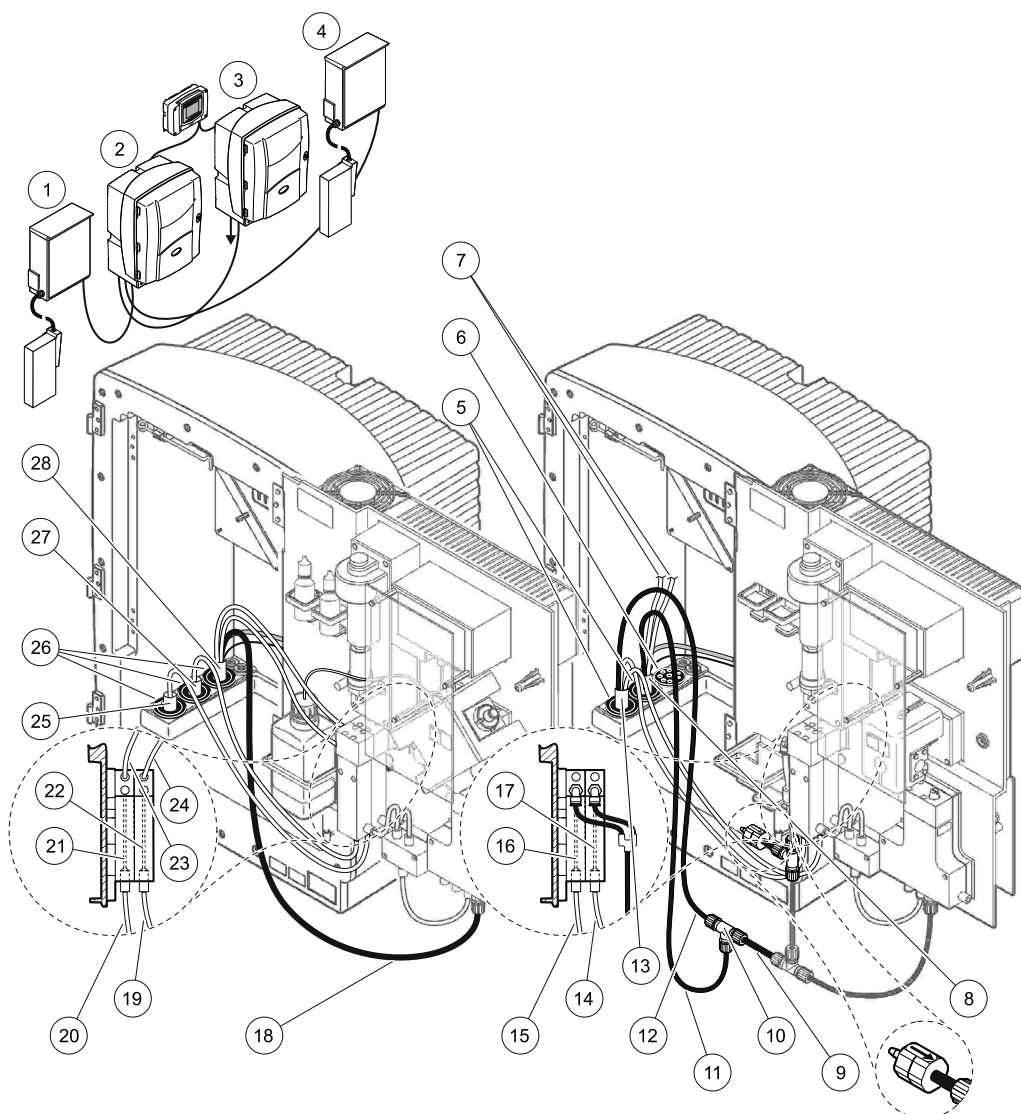

Figura 34 Configuração da opção 6
Consulte o Figura 34 e as seguintes instruções para a Opção 6:
- a. Alimente a mangueira aquecida do FILTRAX 1 através do analisador (Figura 34, item 25). Utilize o Conector Vedante #1 para fixar.
- b. Alimente a mangueira aquecida do FILTRAX 2 através do analisador (item 27). Utilize o Conector Vedante #1 para fixar.
- c. Alimente a mangueira de drenagem aquecida através do analisador (item 28). Utilize o Conector Vedante #1 para fixar. Ligue as ligações de energia de drenagem aquecida. Consulte o secção 3.5.5 na página 28.
- f. Ligue a linha de amostra do FILTRAX 1 à admissão inferior no Recipiente de Excesso de Fluxo 1 utilizando os encaixes (item 20).
- g. Ligue a linha de amostra do FILTRAX 2 à admissão inferior no Recipiente de Excesso de Fluxo 2 utilizando os encaixes (item 19).
- a. Alimente a mangueira de drenagem aquecida do Analisador 1 através do Analisador 2 (item 13). Utilize o Conector Vedante #1 para fixar.